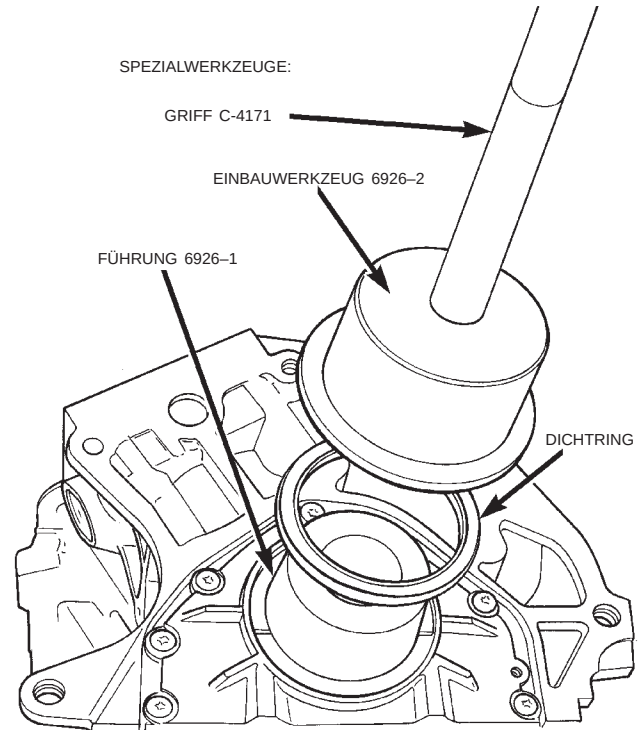

Abb. 84 Hinteren Kurbelwellendichtring einbauen
(1) Spezialwerkzeug 6926-1 (Führung) auf die Kurbelwelle setzen (Abb. 84). Diese Führung besitzt einen Magnetsockel.
(2) Wellendichtring über der Führung anordnen. Beim Einbau sicherstellen, daß die Dichtlippe des Wellendichtrings zur Kurbelwelle weist. Die Führung verbleibt während der Dichtringmontage auf der Kurbelwelle.
(3) Mit Einbauwerkzeug 6926-2 und Griff C-4171 (Abb. 84) den Wellendichtring bis zum bündigen Abschluß mit der Gehäuseoberfläche eintreiben.
(4) Mitnehmerscheibe und Getriebe einbauen.